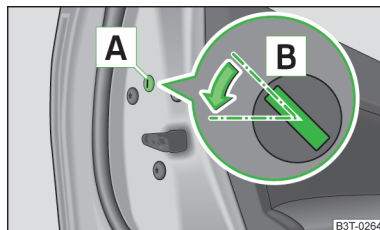

Fig. 195
- Démontez le cache [A] » fig. 195.